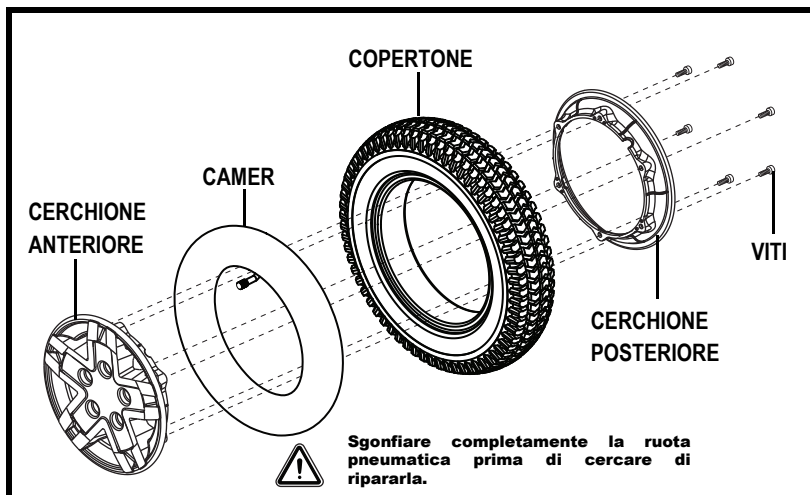

Figura 24. Ruota Motrice smontata della Q6 Edge
6. Rimuovere le viti che fissano le due metà del bordo insieme. **Vedere la figura 24.**